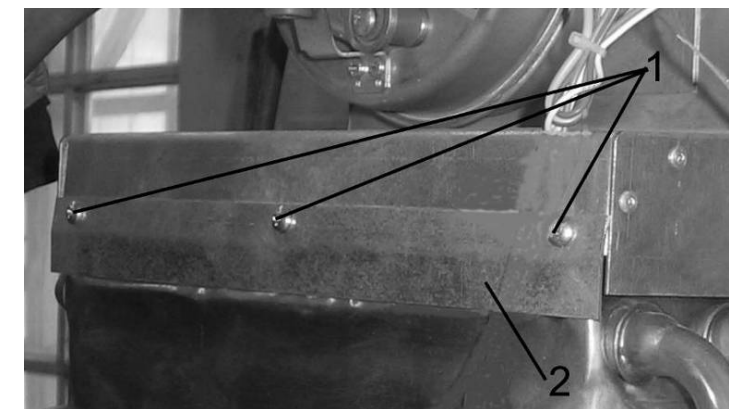

Рис. 19. Демонтаж теплообменника
- ✓ отвернуть три самореза 1 (см. Рис. 19) крепления планки 2 газоотводящего устройства и снять планку;